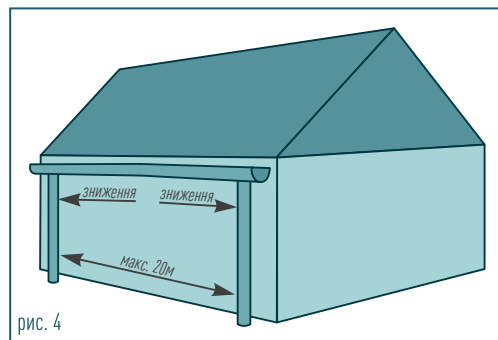

рис. 4
- Площина 100 - 150м² (рис.4) – слід змонтувати два спуски. Зниження повинно починатися на однаковій відстані між двома спусками і проходити в напрямку до них (відстань між черговими спусками не може бути більшою, ніж 20 м.)